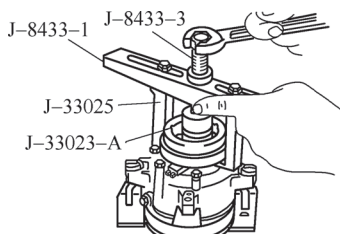
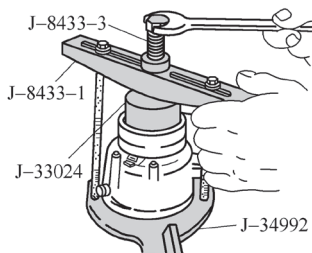

图 5-83 离合器线圈的拆卸
图 5-84 离合器线圈的安装
①从车上拆下压缩机。
②拆出离合器盘和毂总成。
③拆出离合器转子和轴承。
④安装专用工具如图 5-83 所示。
⑤拆出离合器线圈。
①用专用工具装回离合器线圈如图 5-84 所示。